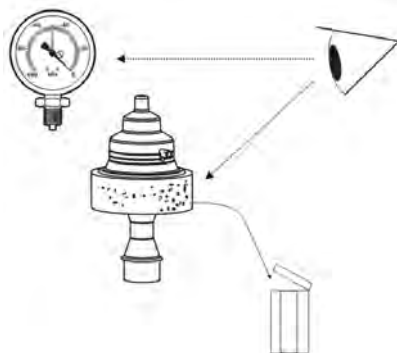

Рисунок 1.8 – Проверка вакуумметра и внешнего фильтра
Перед доением (рис. 1.8)
– Проверьте показания вакуумметра и состояние внешнего фильтра MVR (рис. 1.8).